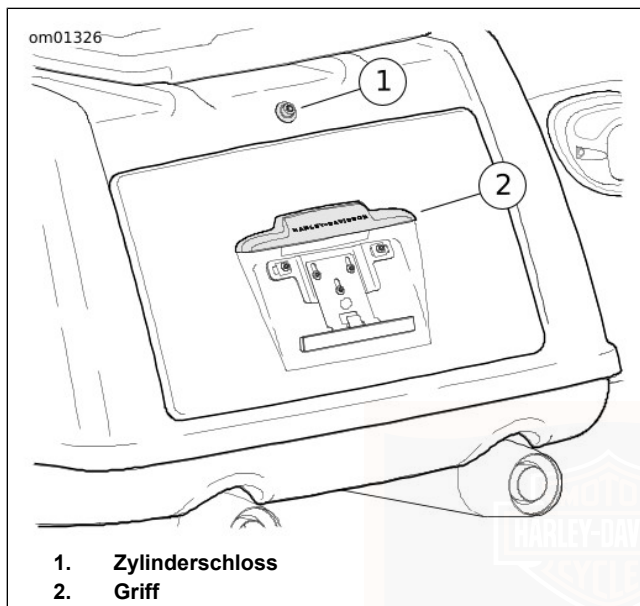

Abbildung 82. Aufbewahrungskoffer (Heckklappe)
2. Siehe Abbildung 82. Zylinderschloss eindrücken, um Tür zu entriegeln. Am Griff ziehen, um die Tür des Kofferraum zu öffnen.